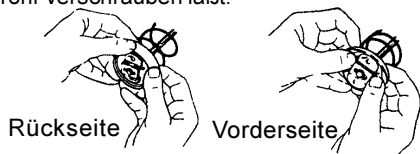

Abbildung 3
- 1) Vor dem Einsetzen einer Fettkartusche, die Einbaulage der Folgekolben-Manschette visuell überprüfen. Bei Anwendung von Fettkartuschen muss die Dichtlippe der Manschette im Fettbehälter nach hinten, in Richtung Handgriff, zeigen. Siehe Abb. 3. Ist eine Ausrichtung der Folgekolben-Manschette erforderlich, Behälter-Verschlusskappe abschrauben und danach am Handgriff die Mitnehmerstange samt Folgekolben aus dem Fettbehälter herausziehen. Manschette des Folgekolbens umstülpen. Anschließend Wiedereinbau vornehmen.
- 4) Den Abreißdeckel von der Fettkartusche abziehen und danach die Fettbehältereinheit (9) in die Pumpeneinheit (4) schrauben.